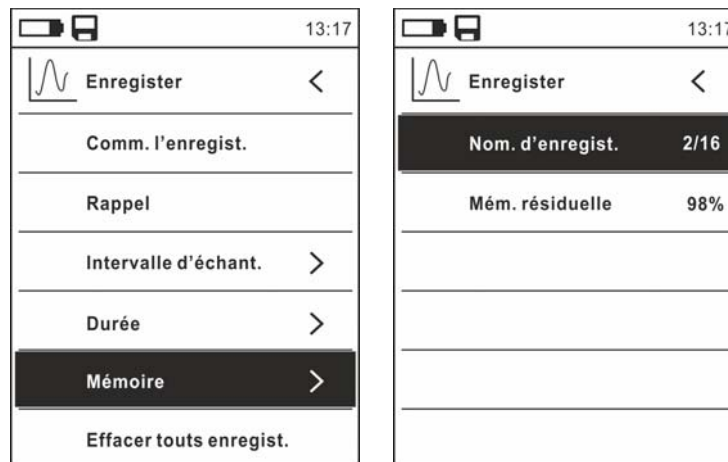

Fig. 37: Fonction data logger – Contenu mémoire
23. Sélectionner la rubrique « Mémoire » (voir Fig. 37 – partie gauche) et appuyer sur la touche ►. La page-écran Fig. 37 – partie droite s'affiche à l'écran